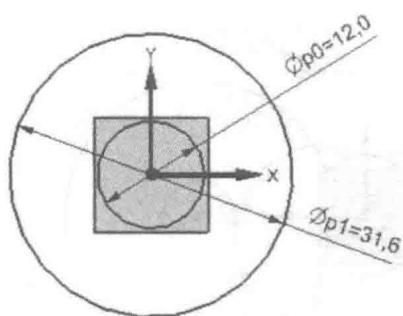

图 1-26
2) 以参考系原点为圆心，绘制直径为 12 和直径为 31.6 的同心圆，如图 1-26 所示。